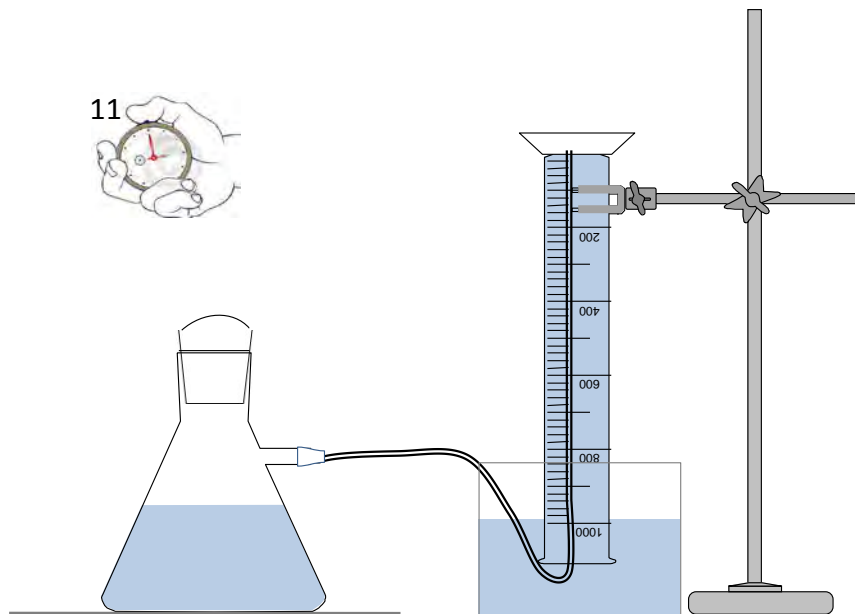

Abb. 4
C. Anleitung für den Aufbau des Reaktionsgefäßes für die Gärung und der Gas-Auffangapparatur (Abbildung 4)
- C.1. Nehmt das lose Ende des Gummischlauchs und führt es, wie in Abbildung 4 dargestellt, in den umgedrehten Messzylinder. Das lose Ende des Gummischlauchs sollte sich nach dem Aufbau am oberen Ende des Messzylinders befinden.
- D.1. Startet die Stoppuhr (ID# 11), sobald das Reaktionsgefäß für die Gärung und die Gas-Auffangapparatur zusammengebaut sind (vgl. Abb. 4).